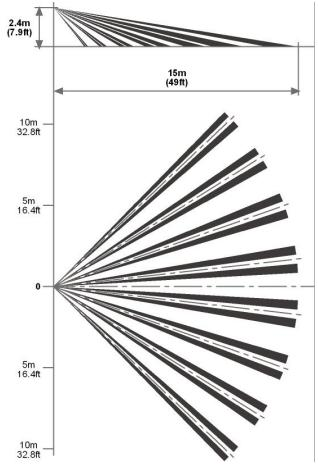

Fig. 4 Lens Pattern I Patrón de la lente I Portée de la lentille I Area di rilevazione I Charakterystyka detekcji
1. Para retirar la tapa frontal (Fig. 4), desatornille el tornillo de retención (Fig. 4 - 11) y levante suavemente la tapa.
2. Para retirar la placa de circuito impreso, desatornille con cuidado el tornillo de retención (Fig. 4 - 9) situado en dicha placa (Fig. 4 - 10).
Czujki należy zainstalować w taki sposób, aby jej zasięg dzialania objął chronione pomieszczenia (Rys. 4). Wysokiej jakosci czteroelementowy czujnik QUAD jest bardziej wrażliwy na ruch przecinający wiazkę, niż na ruch skierowany w stronę czujnika.